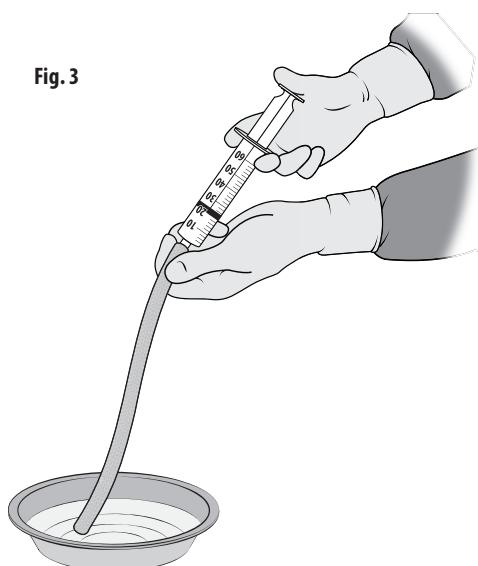

Fig. 3
1. Brug en steril injektionssprøjte til at skylle protesens lumen med 20 ml steril fysiologisk saltvand. Fig. 3. Gentag mindst to gange.